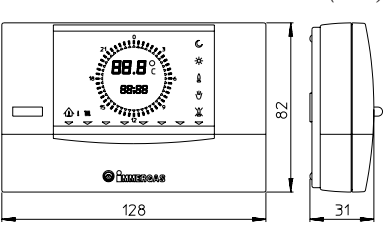
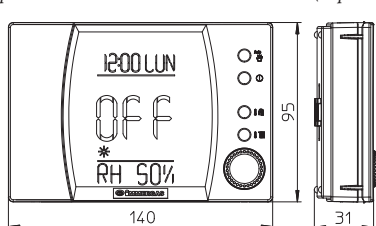

Fig. 1-4
Fig. 1-5
- Sunt disponibile 2 tipuri de telecomandă: Comando Amico Remoto (CAR) (Fig. 1-4) și Super Comando Amico Remoto (Super CAR) (Fig. 1-5) ambele cu funcționare de cronotermostate climatice. Panourile cronotermostatelor permit utilizatorului, în afara funcțiilor ilustrate la punctul precedent, să păstreze sub control și la îndemână toate informațiile importante referitoare la funcționarea aparatului și instalației termice cu posibilitatea de intervenție comodă asupra parametrilor setați anterior fără să fie necesară deplasarea la locul unde este instalat aparatul. Panoul este dotat cu autodiagnostic pentru vizualizarea pe display a eventualelor anomalii de funcționare a centralei. Cronotermostatul climateric încorporat în panoul de telecomandă permite adecvarea temperaturii de ieșire a instalației la necesitățile efective ale mediului care trebuie încălzit, în scopul obținerii unei valori de temperatură ambientală dorite cu extremă precizie și cu o economie evidentă de cost de gestiune. Cronotermostatul este alimentat direct de la centrală prin intermediul aceluiași 2 sârme prin care se realizează transmisia între centrală și cronotermostat.